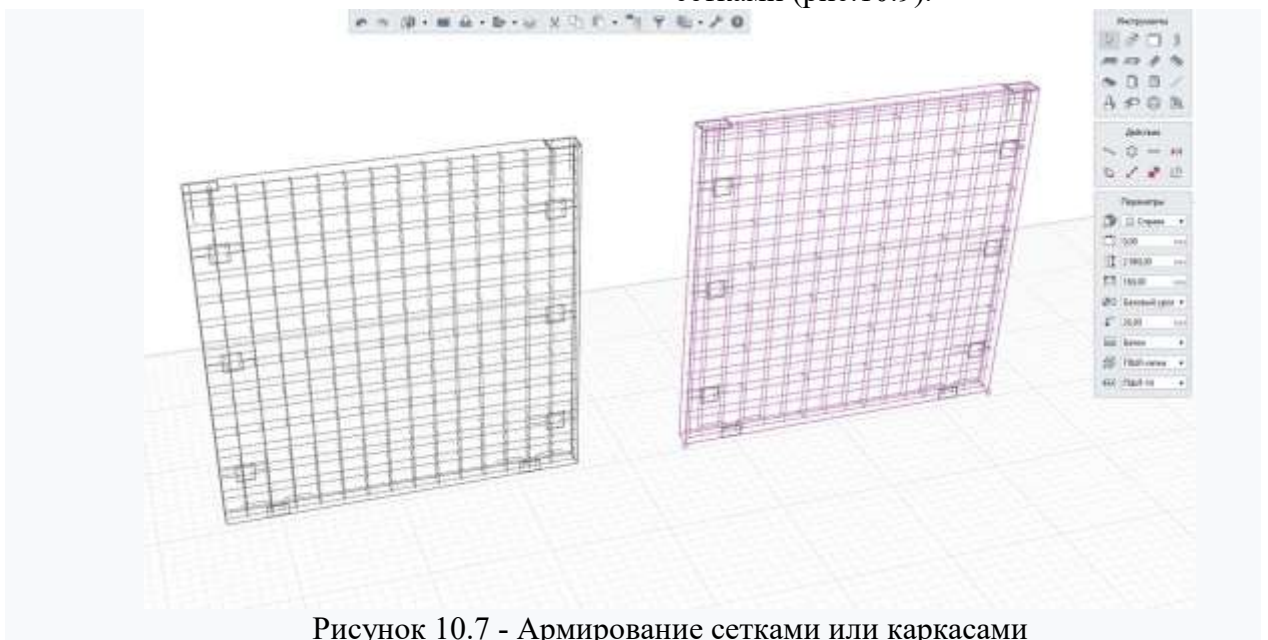

Рисунок 10.7 - Армирование сетками или каркасами
8. Для проемов предусмотрена автоматическая установка усиления сетками или каркасами (рис. 10.7)